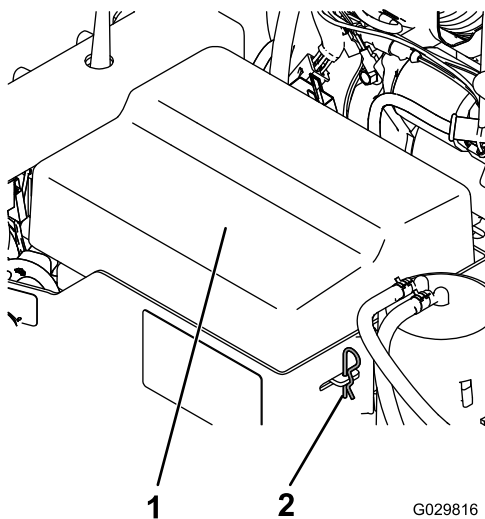

図 4
1. バッテリーカバーをバッテリーボックスに固定しているクリップを外す 図 4。